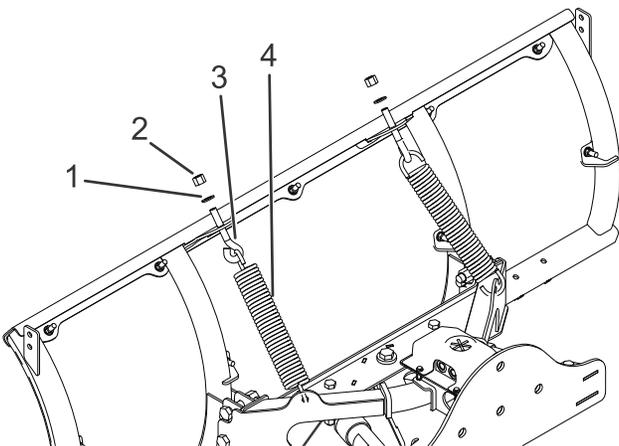

Bild 12
- Haken Sie die beiden Auslösefedern an den Löchern im Schubrahmen ein (Bild 12).
- Haken Sie die anderen Enden der Auslösefedern an den beiden Augbolzen ein (Bild 12).
- Stecken Sie das Gewindeende der Augbolzen durch die Löcher im Pflugblatt und befestigen Sie diese mit zwei Scheiben (1/2") und zwei Nylon-Sicherungsmuttern (Bild 12).